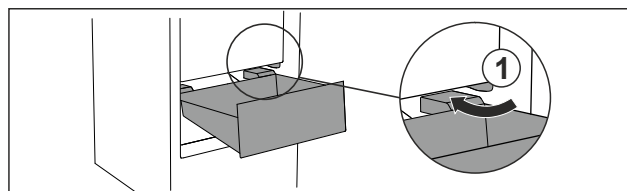

Fig. 81
- Guider le tiroir en biais en contournant les butées Fig. 81 (1).